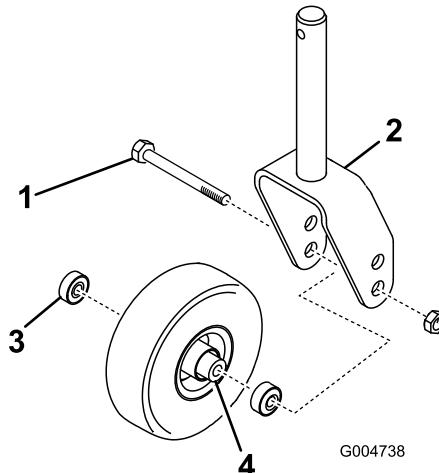
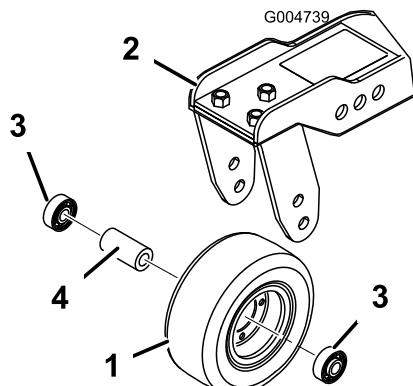

Figura 77
Figura 78
1. Retire a porca de bloqueio do parafuso que fixa a estrutura da roda giratória entre a forquilha da roda giratória (Figura 77) ou o braço articulado da roda giratória (Figura 78). Fixe a roda giratória e retire o parafuso da forquilha ou do braço articulado.
2. Retire o rolamento do cubo da roda e deixe cair o espaçador do rolamento para fora (Figura 77 e Figura 78). Retire o rolamento do lado oposto ao do cubo da roda.